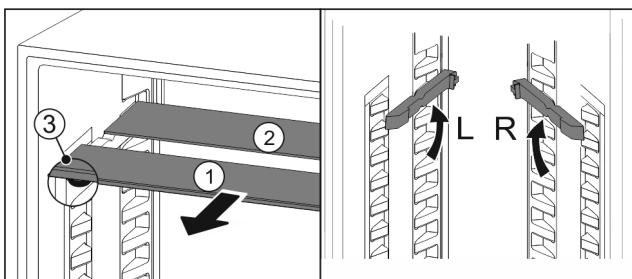

Fig. 73
- По одной извлеките Fig. 73 (1) стеклянные панели движением вперед.
- ▷ Стеклянная панель Fig. 73 (1) с декоративной планкой лежит спереди.
- ▷ Стопоры Fig. 73 (3) показывают вниз.